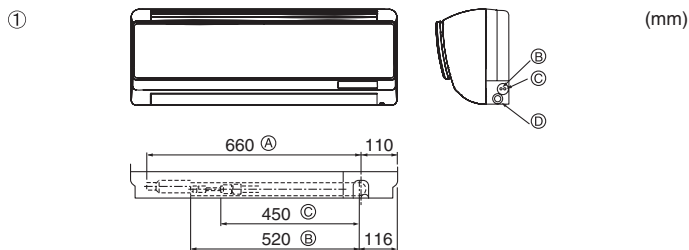

Fig. 4-2
- ① Posizionamento delle tubazioni del refrigerante e di drenaggio (Fig. 4-2)
- (A) (Lunghezza totale del tubo flessibile)
- (B) Tubo del liquido
- (C) Tubo del gas
- (D) Tubo flessibile di drenaggio